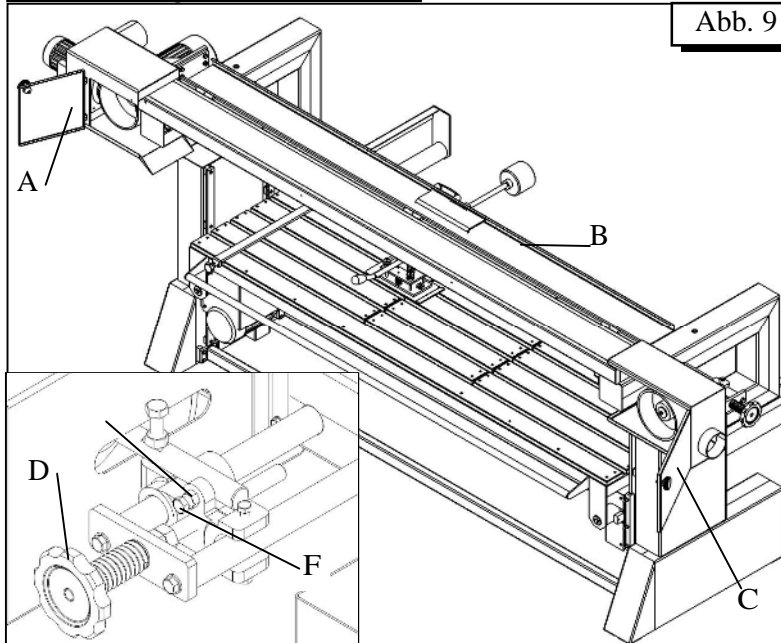

Abb. 9
- Die Deckel A, B, und C (Abb. 9) öffnen um besseren Zugriff zu den Schleifbandrollen zu ermöglichen;